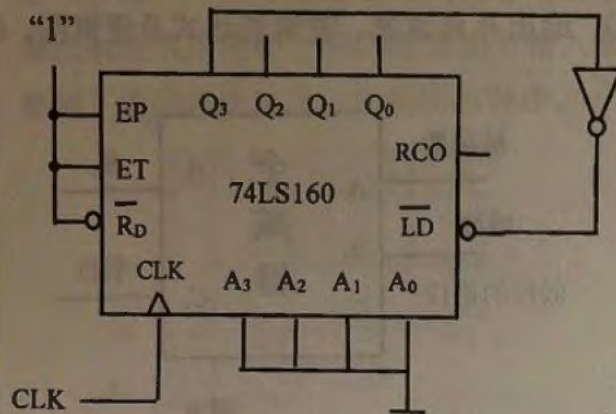

图 9
(1) 74LS160 构成的电路如图 9 所示, 分析该电路的计数长度是多少? 要求列写出电路的状态转换图或者状态转换表; (6分)
(2) 用 74LS160 设计一个可控进制计数器, 当 $M=0$ 时实现 4 进制计数器; 当 $M=1$ 时实现 7 进制计数器。给出设计方案画出电路图并请标出计数输入端和进位输出端。(12分)